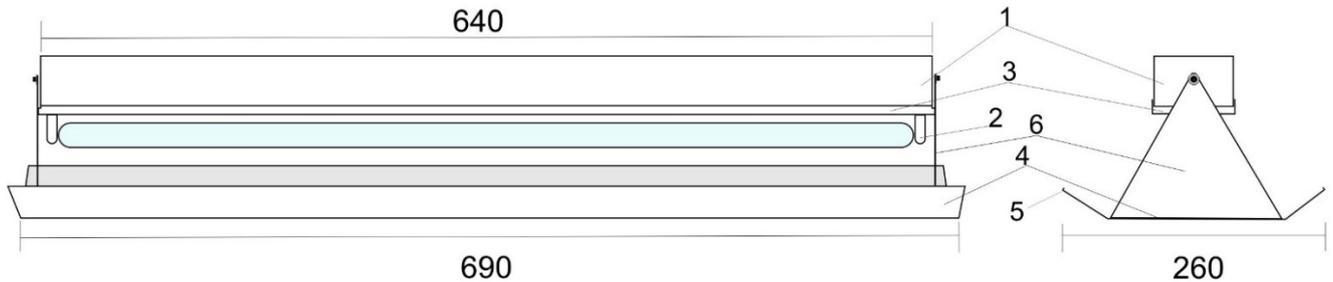

Рис. 1.
Корпус (1) Маячка (рис. 1, 2, 5) изготовлен из стального листа, окрашенного порошковой эмалью. В корпусе установлены ламподержатели (2) – двухместные, клеммная колодка с монтажными проводами в соответствии с электрической схемой (рис 3), понижающий преобразователь переменного тока 200В в постоянный ток 5В с проводами к разъему USB 2.0 type A и DC коннектору 3,5мм. Нижняя часть корпуса – планка (3) закреплена винтами М4 (11). На планке установлены гнездо под USB-разъем (9) и гнездо с DC коннектором 3,5мм (10). Рабочая область Маячка состоит из двух держателей (6) и поддона (4), который имеет ограничители (5) для фиксирования клеевого листа. Сверху на корпусе закреплены два кронштейна (7) для крепления к стене.